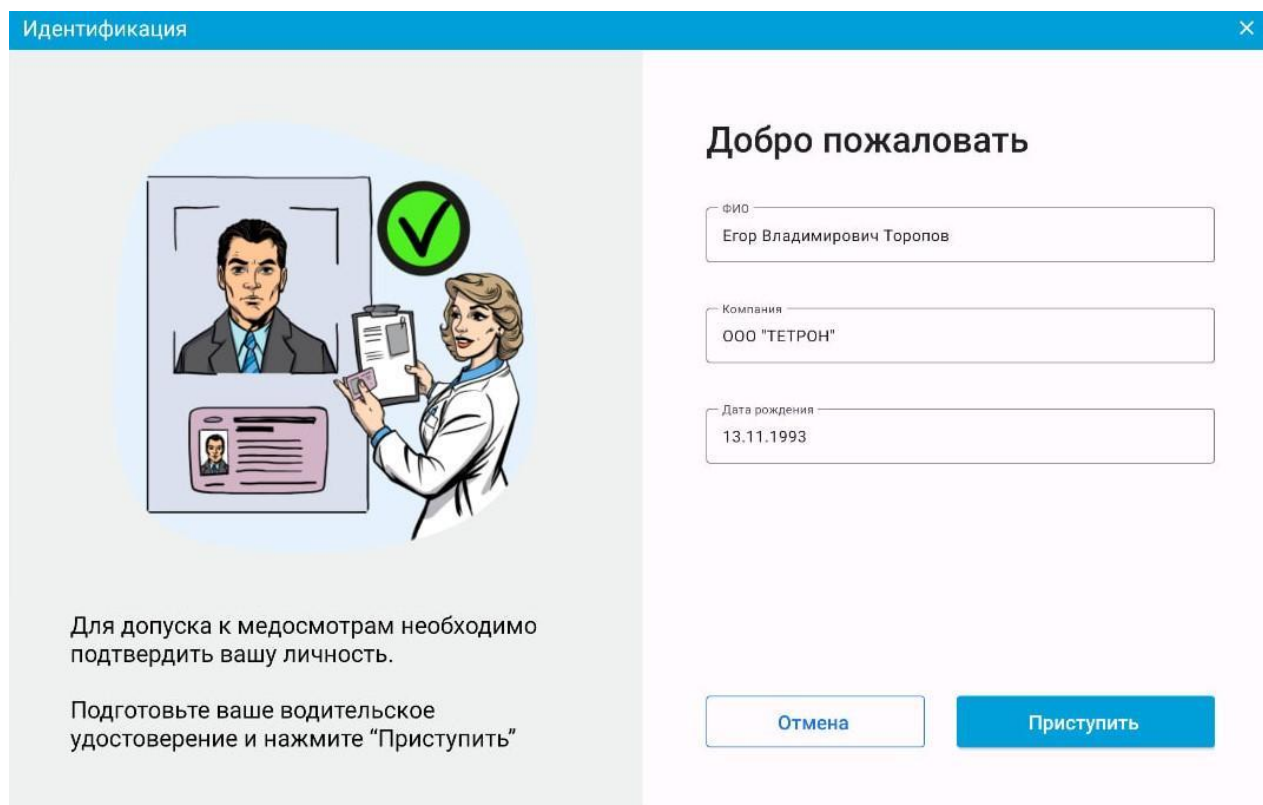

Рис.17 Авторизация в приложении
5. Отобразиться экран подтверждения личности (рис.17) с ФИО сотрудника, названием компании и датой рождения.